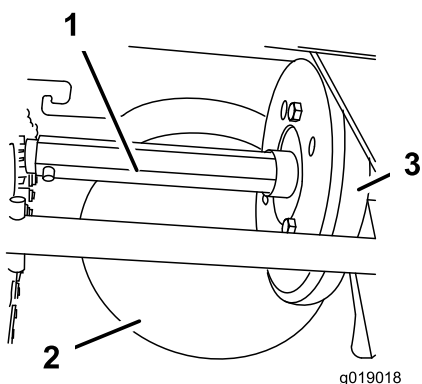

Figura 33
Lubrificate leggermente l'albero esagonale ogni anno con olio motore per automobili (Figura 33).
**Importante:** Non sporcate di olio la ruota in gomma o la puleggia di attrito in acciaio perché la trazione potrebbe slittare (Figura 33).